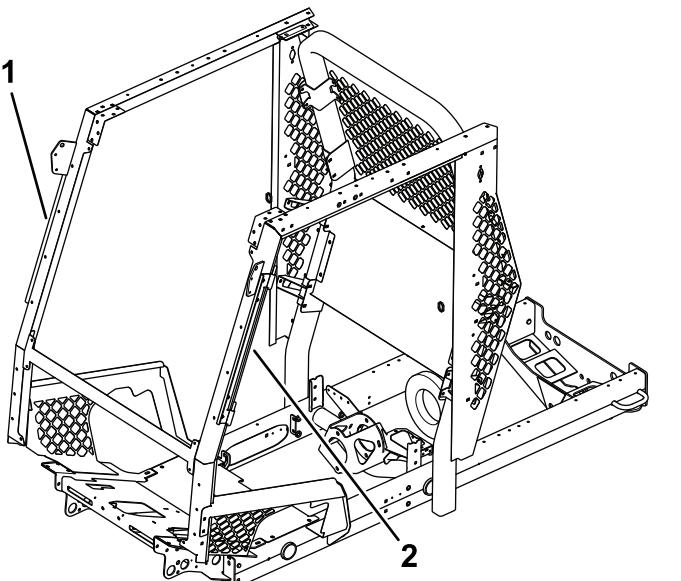
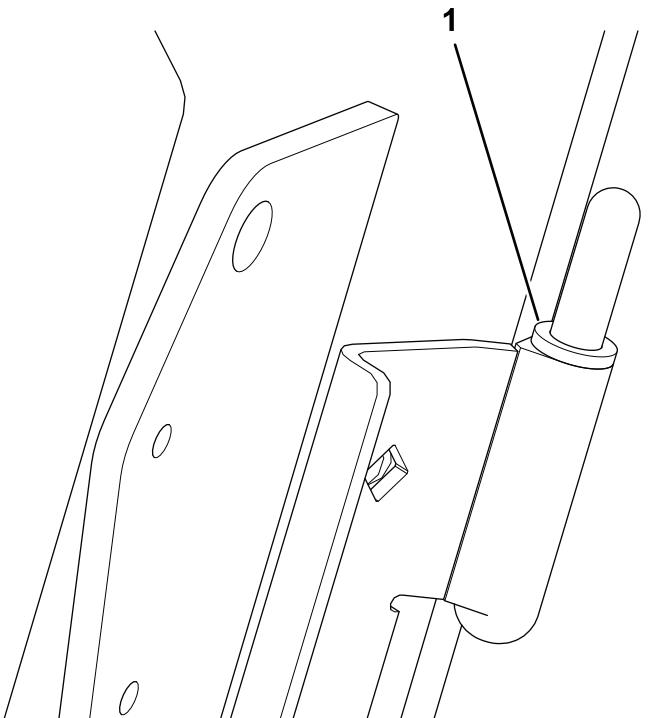

図 4
図 5
7. ボタンヘッドねじ $5/16 \times \frac{3}{4}"$ とフランジナット $5/16"$ は左右のドアマウントアセンブリの取り付けに使用する図4と図5。
8. ドアマウントアセンブリそれぞれにスペーサを2個1個は上側ヒンジピンに、もう1個は下側ヒンジピンに取り付ける図5を参照。